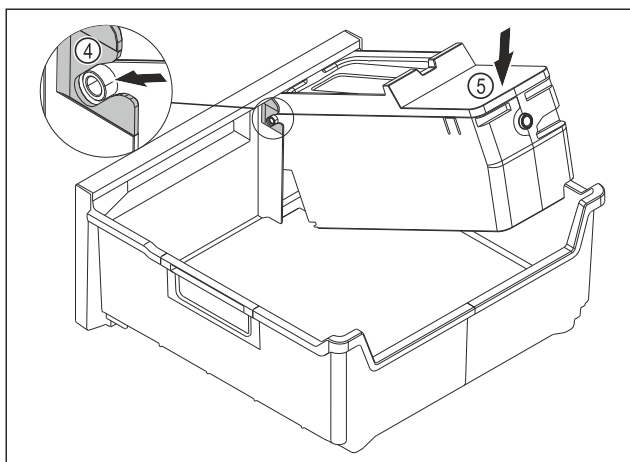

Fig. 78
- ▶ Montaż korpusu EasyTwist-Ice: Wsunąć osie korpusu EasyTwist-Ice w prowadnice Fig. 78 (4).
- ▶ Docisnąć korpus EasyTwist-Ice Fig. 78 (5) z tyłu do dołu.